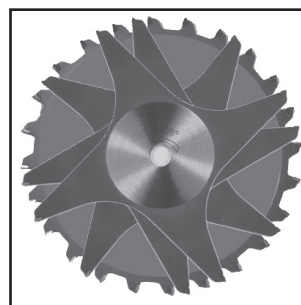

FIG. 68
1. Les couteaux (DELTA® 35-7670 par l'exemple) sont très estampés et doivent être placés de façon à ce que les dents ne se frappent pas en cours de rotation. La partie estampée des couteaux devrait se trouver au niveau des dents des scies externes, (fig. 68).